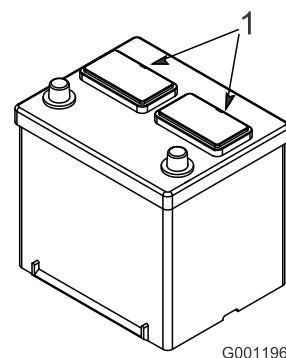

Figura 17
2. Limpe a parte superior da bateria e retire as protecções das aberturas de ventilação (Figura 17).